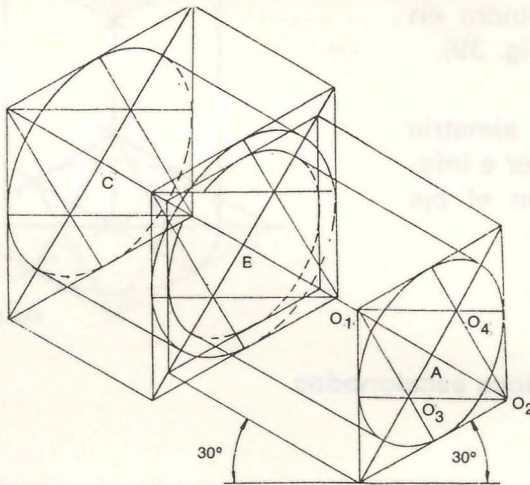

FIG. 41
3. Proceda a formar los cuadrados y trace las líneas que le determinan los centros de las circunferencias isométricas, puntos O^1 O^2 O^3 O^4 Fig. 41
4. Trace los arcos que determinan las caras de los cilindros, teniendo en cuenta las partes invisibles (Fig. 41).
5. Trace las tangentes que determinan los cilindros. (Fig. 41).